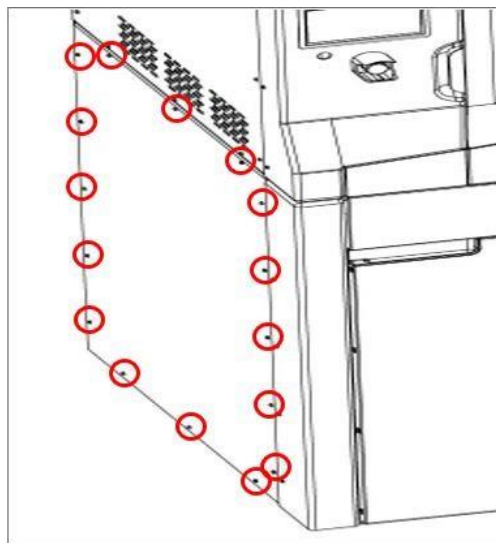

Рис. 113. Нижняя левая крышка принтера
2. Снять нижнюю левую крышку, отвинтив 16 крепежных винтов (рис. 113).